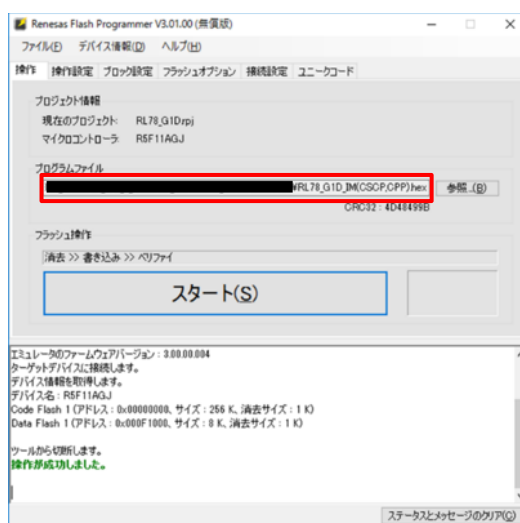

図 3-2 書き込み対象のファームウェアの設定
- (2) 操作タブ内のプログラムファイルに上記ファームウェアを設定します (図 3-2)。